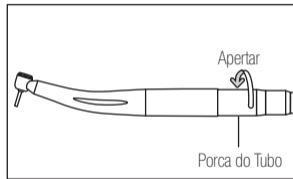

Fig. 3
- 1) Introduza corretamente a turbina na união do tubo e aperte a porca do tubo. (Fig.3)